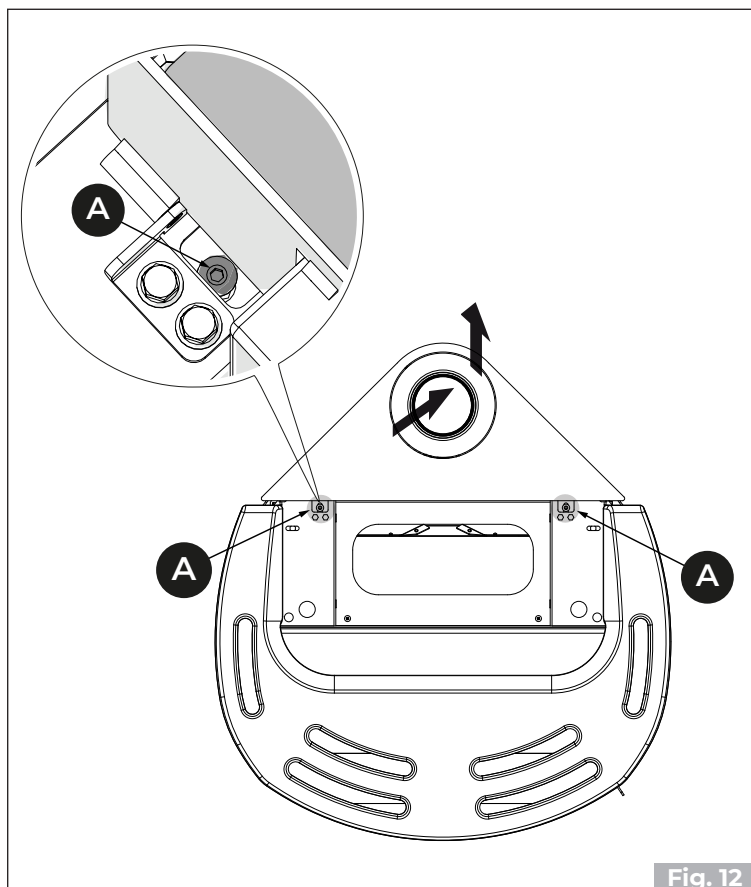

Fig. 12
- Otpustite vijke **(A)** i skinite gornji dio **(B)** (**Fig. 12**)